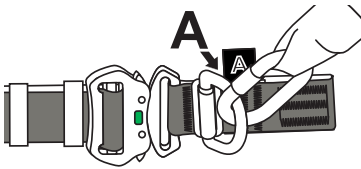

Рис. 3
Присоединение соединительно-амортизирующей подсистемы к привязи осуществляется за элемент ("точку") крепления, имеющую маркировку «А» или «+А». Обозначения символом «А/2» или половина буквы «А» указывают на необходимость объединения (рис. 4б) двух аналогично обозначенных текстильных петель соединительным элементом (карабином) создания переднего элемента ("точки") крепления (рис. 3).
8. Присоединять соединительно-амортизирующую подсистему к элементу ("точке") крепления, имеющей маркировку «+А», при не застегнутой грудной лямке (рис. 3).